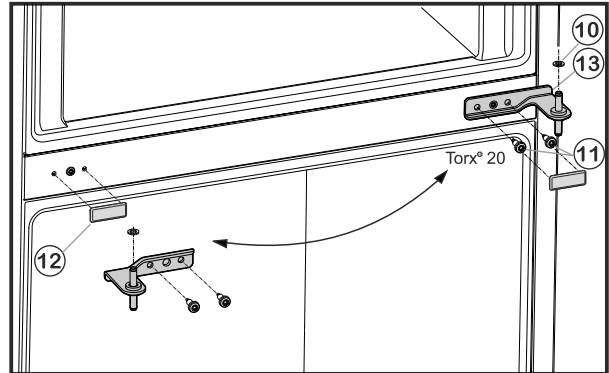

Fig. 6
- ▶ Desatornillar Fig. 6 (11) los tornillos de sujeción (2 Torx® 20) y extraer el apoyo central de la puerta inferior.
- ▶ Retirar Fig. 6 (10) el disco de plástico.
- ▶ Retirar con cuidado la cubierta Fig. 6 (12).
- ▶ Colocar de nuevo la cubierta Fig. 6 (12) en el lado opuesto.
- ▶ Colocar el apoyo central Fig. 6 (13) girado 180° en la puerta inferior y atornillar firmemente con tornillos de sujeción Fig. 6 (11) (2 Torx® 20) en el nuevo lado de las bisagras (con 4 Nm).
- ▶ Volver a colocar Fig. 6 (10) el disco de plástico.
- ▶ Colocar la puerta superior sobre el apoyo central Fig. 6 (13).